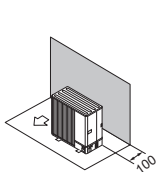

Fig. 2-6
- (1) Obstrução ou superfície fechada apenas na parte de trás (Fig. 2-6)